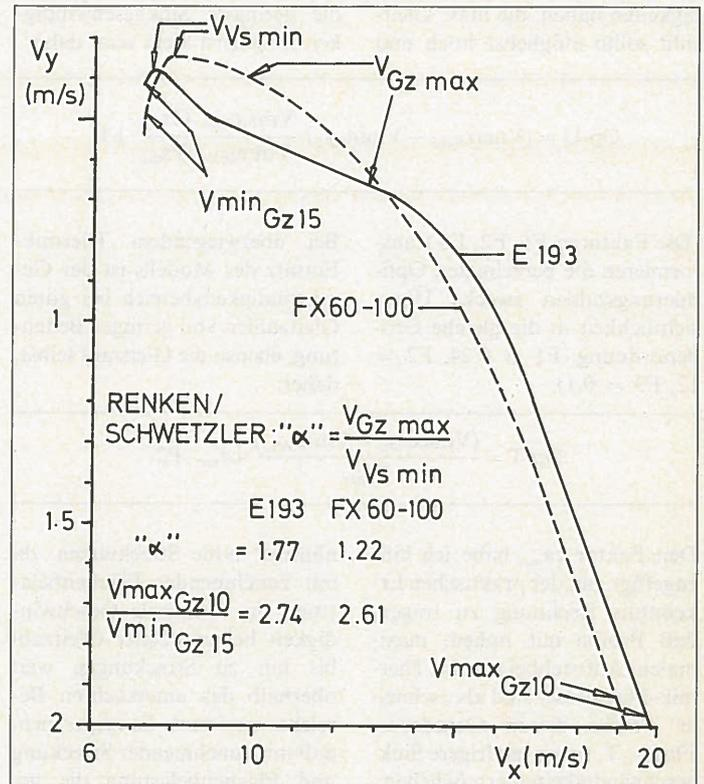

Abb. 3: Berechnete Geschwindigkeitspolaren sonst gleicher Modelle mit den Profilen FX 60-100 und E 193 (s. Text).
Bekanntlich ist ein Rechner ohne Programm dumm, wir müssen also definieren, was ermittelt werden soll (ist doch klar: das „beste“ Profil mit der „optimalen“ Flächengeometrie!). Die Optimierung nach bester Gleitzahl oder geringster Sinkgeschwindigkeit hat kaum Bedeutung für die Flugpraxis. Wichtiger ist, daß ein Profil in möglichst großem Geschwindigkeitsbereich brauchbare Leistungen garantiert – natürlich ist diese Erkenntnis nicht neu. Schwetzer/Renken (6) haben für ihre Optimierungsrechnung den Geschwindigkeitsfaktor „ α “ definiert („ α “ = Geschwindigkeit bei bester Gleitzahl / Geschwindigkeit bei geringster Sinkgeschwindigkeit). Wie unglücklich diese Definition ist, sieht man an den Geschwindigkeitspolaren zweier sonst gleicher Modelle mit den Profilen E 193 und FX 60-100 (Abb. 3). Nach der Definition von Schwetzer/Renken ergibt sich für das Eppler-Profil ein wesentlich größerer Geschwindigkeitsbereich als für das Wortmann-Profil – nur ist die Leistung des letzteren nahezu im gesamten so definierten Bereich deutlich besser!
zu definieren. Abb. 3 zeigt, daß das Profil E 193 auch nach dieser Definition einen größeren Geschwindigkeitsbereich hat, die Relation ist nun aber auf ein besser der Flugpraxis entsprechendes Maß reduziert.